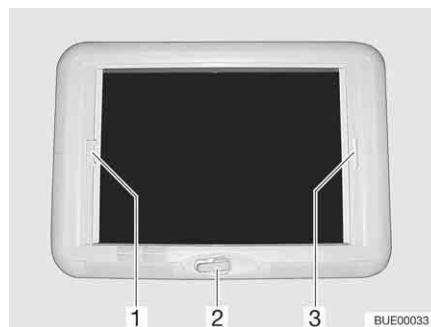

Bild 80 Kurbelhub-Dachhaube
*Öffnen:* ■ Die Handkurbel (Bild 80,2) drehen, bis Widerstand spürbar ist.
*Schließen:* ■ Die Faltverdunklung am Griff (Bild 80,3) ziehen und an der gewünschten Position loslassen. Die Faltverdunklung bleibt in dieser Position stehen.
*Schließen:* ■ Den Insektenschutz am Griff (Bild 80,1) zum gegenüberliegenden Griff der faltverdunklung (Bild 80,3) ziehen und einrasten lassen.
*Öffnen:* ■ Den Griff des Insektenschutzes (Bild 80,1) hinten nach oben drücken und den Insektenschutz an der faltverdunklung (Bild 80,3) aushängen.